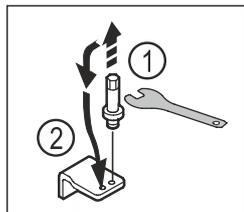

Fig. 22
- ▶ Odvrnite svornjak donjeg ležajnog postolja vanjskim šesterostranim ključem veličine 5. Fig. 22 (1)
- ▶ Umetnite svornjak na suprotnoj strani. Fig. 22 (2)